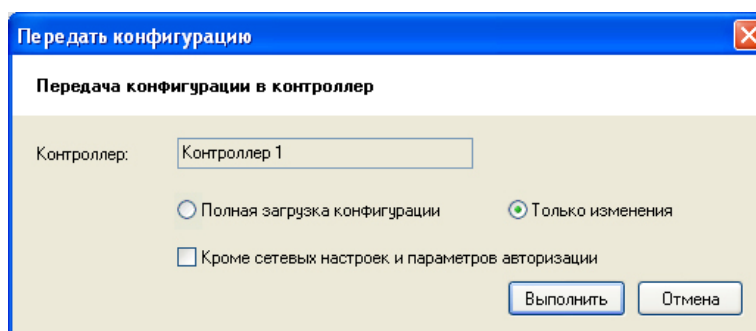

Рисунок 34
- 12) В окне "Выбор контроллера" выберите запись с исходным адресом и нажмите кнопку "Выбрать". На экране появится окно выбора типа загрузки данных (см. Рисунок 34).
- 13) В окне "Передать конфигурацию" выберите "Только изменения", убедитесь, что НЕ отмечена кнопка "Кроме сетевых настроек и параметров авторизации" (см. Рисунок 34) и нажмите кнопку "Выполнить".